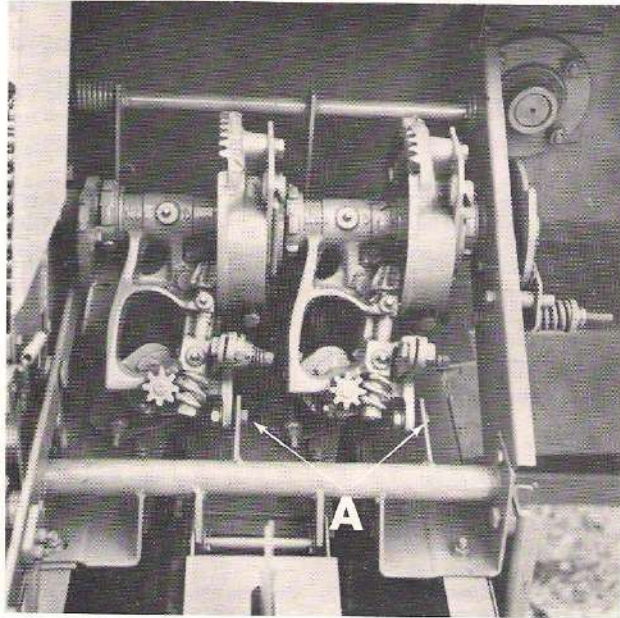
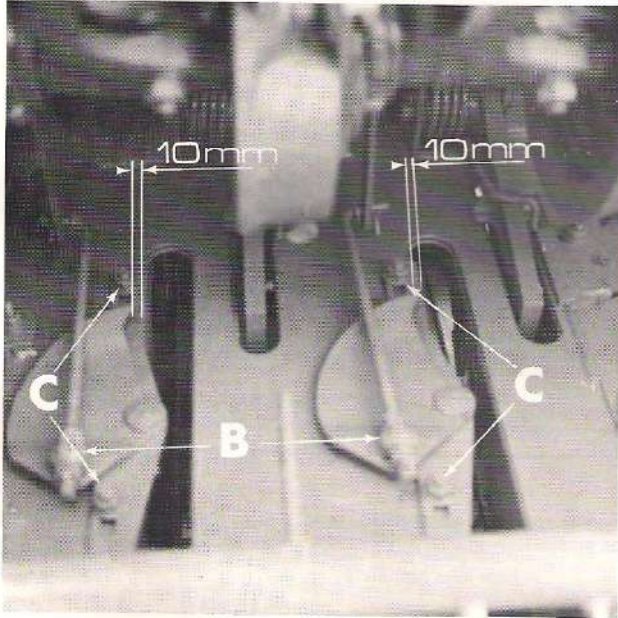
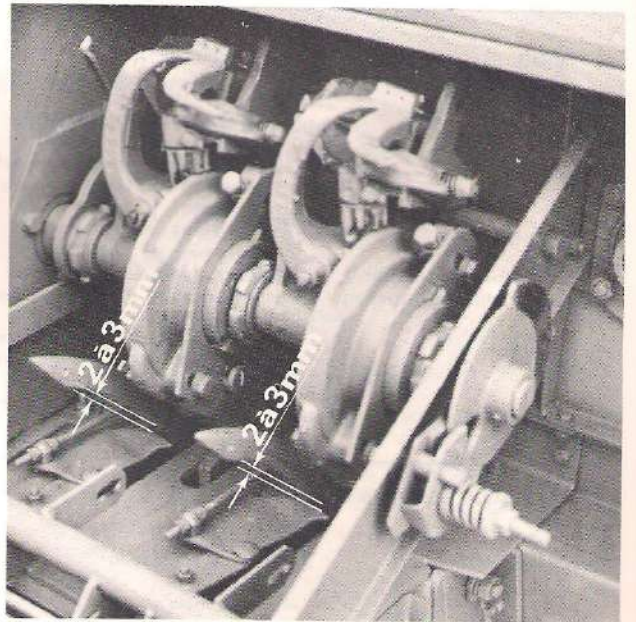

Fig. 51
Fig. 52
Fig. 53
Dégager les noueurs vers le haut en retirant les boulons (Rep. A fig. 51), déclencher le système de nouage et faire tourner la presse à la main jusqu'à ce que la pointe des faucilles affleure les aiguilles, la cote (fig. 53) doit être de 2 à 3 mm, sinon procéder au réglage suivant : débloquer les vis (Rep. C fig. 52) et déplacer la faucille dans le sens désiré, puis rebloquer les vis (Rep. C).
Terminer le cycle de nouage manuellement et lorsque les aiguilles sont au repos la pointe des faucilles doit être en retrait de 10 mm du bord de la lumière, sinon régler à l'aide des écrous (Rep. B Fig. 52).
Disengage knotters towards top by taking off the screws (Rep. A Fig. 51), release knotter system and operate baler manually until the edge of the tucker finger tip comes in level with the needles clearance (fig. 53) must be 2 to 3 mm otherwise proceed to adjustment as follows :
- release screws (Rep. C fig. 52) and place back tucker finger in desired way, then reblock screws (Rep. C) finish knotting cycle manually and when needles are at resting state the tips of the tucker fingers should be 10 mm away from the edge of the needle slots, otherwise adjust with screws (Rep. B Fig. 52) Set back knotters in working position, set them with screws (fig. 51 Rep. A).
Knüpfervorgang auslösen, Presse von Hand drehen, bis Greifer und Nadel sich kreuzen. Mass (Abb. 53) soll 2-3 mm betragen. Wenn dies nicht der Fall ist, Schrauben C (Abb. 52) lösen und Greifer in die gewünschte Stellung bringen. Schrauben C festziehen.
Weiterdrehen, bis der Greifer in Ruhelage ist, dann muss die Greiferspitze 10 mm vom Kanalschlitz entfernt sein. Wenn dies nicht der Fall ist, mit Hilfe der Muttern B danach einstellen (Abb. 52).
Knüpfervorgang wieder in Arbeitsstellung bringen und mit den Schrauben (Abb. 51 A) befestigen.
Soltar los anudadores arriba quitando las tuercas (ref. A, fig 51), accionar el sistema de los anudadores haciendo girar a mano la empacadora hasta que la extremidad de los acompañadores roce las agujas.
La separación (fig. 53) debe ser 2 a 3 mm. En caso contrario, arreglar de la manera siguiente : aflojar los tornillos (ref. C, fig 52) y colocar el acompañador en la posición deseada, volver a apretar los tornillos (ref. C).
Acabar manualmente el ciclo de los anudadores y cuando las agujas están en posición de descanso, la punta de los acompañadores debe estar a 10 mm separada del borde de la abertura. En caso contrario, reglarlos con las tuercas (ref. B, fig. 52).
Poner de nuevo los anudadores en posición de trabajo, bloquearlos con los pernos (fig. 51, ref. A).